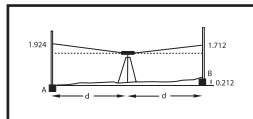

Fig.10
- Posizionare lo strumento di misura sul treppiede al centro delle stadie di livellamento (Fig.10) e impostare approssimativamente 39 m a 50 m di distanza. Centrare la bolla